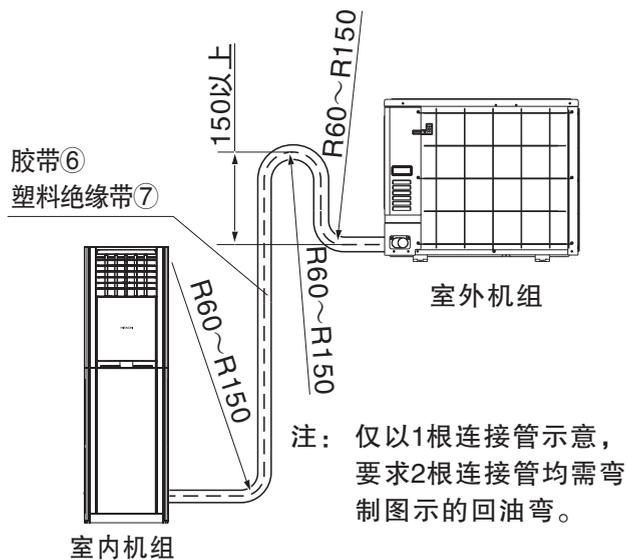

图8
(2) 安装时如必须加长连接管，请按表(1)要求连接。
(3) 室内、外机高度差必须小于5米。
(4) 当室外机比室内机高时，必须将铜管弯制“回油弯”如图8。